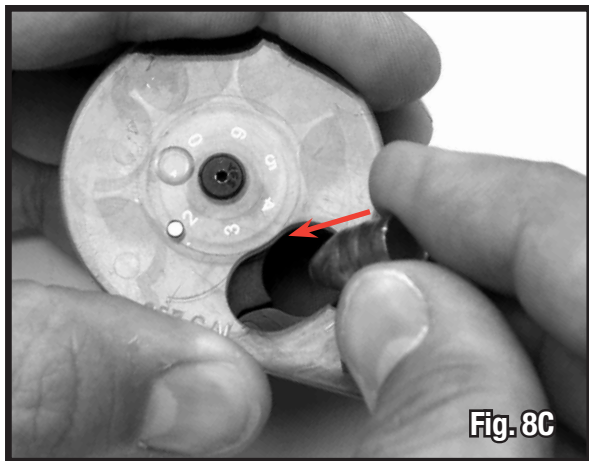

Fig. 8C
- Coloque un dedo debajo del cargador para cubrir el orificio y, a continuación, coloque la primera bala en el cargador, ingresando primero la punta (Fig. 8C). Asegúrese de que la bala no sobresalga de la parte posterior del cargador. Si esto sucede, simplemente empuje la bala hacia adentro.